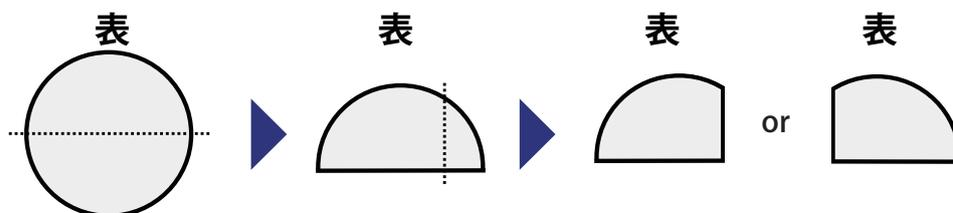

図5.切り出したコラーゲン膜の成形例
- (1) 前ページのフレームからのコラーゲン膜の回収に従い、細胞を固定液で固定した後にコラーゲン膜を切り出す。
- (2) 必要に応じて切り出したコラーゲン膜を成形すると、表裏が判別しやすい（図5）。